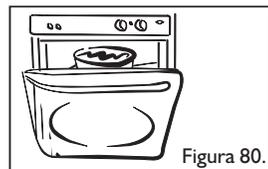

Figura 80.
- En hornos el gratinado debe realizarse con la puerta entre abierta, para evitar que se alcancen temperaturas elevadas en la zona de los mandos de control y permitir adicionalmente una visualización constante del gratinado. En cocinas como la evacuación del calor se realiza por la zona trasera debe permanecer la puerta del horno cerrada (Ver figura 80.)